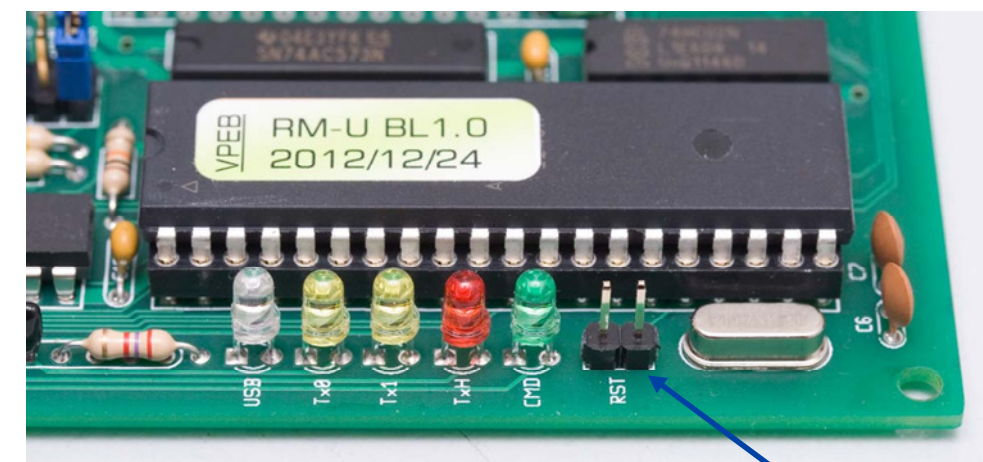

Fig 16: RM-U Reset jumper
Alternatief is een Reset-jumper aansluiting te maken zoals die standaard op RM-U Rev02 zit (zie ook fig 16). Je kunt op de aangegeven plek, ergens tussen de groene LED en het kristal, 2 gaatjes boren van 1mm en ca 2,54mm uit elkaar. Steek hierin een blokje van 2 jumperpinnen. Soldeer aan achterzijde van de print met een draadje één van de pinnen aan pin9 van de CPU, de andere pin met een draadje aan GND. Desgewenst kun je het jumperblokje nog even fixeren met wat lijm (epoxy of cyanoacrylaat). **LET OP:** Als je cyanoacrylaat (secondenlijm) gebruikt: Soldeer na het lijmen niet meer aan de gelijmde aansluitingen! Dit veroorzaakt **zeer giftige dampen**, die uitermate vervelend zijn voor ogen en luchtwegen!!
7. Zet een jumper (kortsluitblokje) op de Reset-aansluiting van de RM-U (zie fig 16). Eventueel leen je even een jumper van het 8-polige jumperblokje elders op de RM-U.